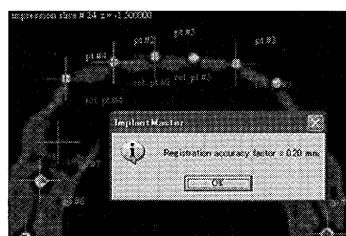

図1
インプラントマスターの使用目的は、術前に計画したインプラントの埋入方向や位置と一致したインプラント埋入窩洞を手術中に誘導することにあり、術前の詳細な治療方針を患者に説明できます。そして、理想的な上部構造（補綴装置）を装着するためのものです。したがって、高精度で高い信頼性のシステムでなければなりません。図1にはインプラント埋入位置の誤差補正機能を示しています。CT撮像時には、誤差補正機能を持つステントを通常の技工操作で作製し、使用します。①ステント単体と②ステントを患者に装着した状態の2種類のCTデータを使って自動補正することで、撮影誤差を限りなく少なくしています。図1の場合はCTデータの重ね合わせで0.20mmの高精度を示しています。読み込ん